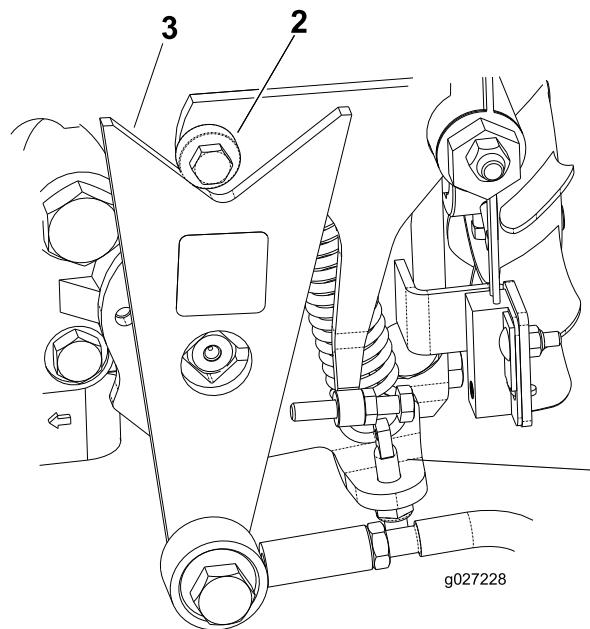

图 44
- 如果车轮的旋转方向正确请关闭发动机并调节弹簧调节销锁紧螺母 **图 44**。调节驱动空档位置请参阅 **将牵引驱动装置调至空档 (页码 28)**。